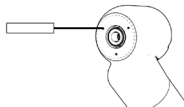

Fig.10
1. Cuidadosamente limpie los puertos con el cable de limpieza suministrado con la pieza de mano (Fig. 10).